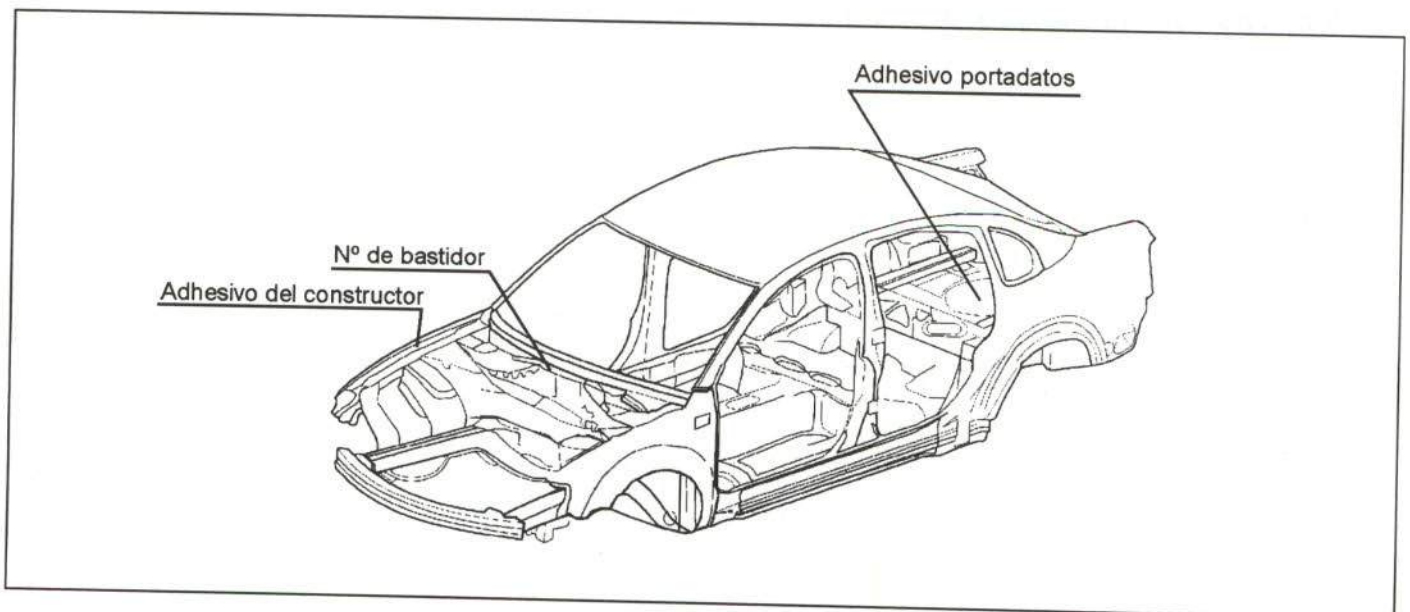

Figura 1.- Situación de la identificación del vehículo
Las características que identifican al vehículo se recogen, debidamente codificadas, en diversos puntos de la carrocería, tal y como se refleja en la figura 1.
- **El número de bastidor** se encuentra troquelado en la chapa salpicadero, entre el motor y el compartimento de los pasajeros (figura 1).
- **La placa del constructor** en forma de adhesivo, se encuentra pegada en la parte superior del pase de rueda derecho (figura 1)